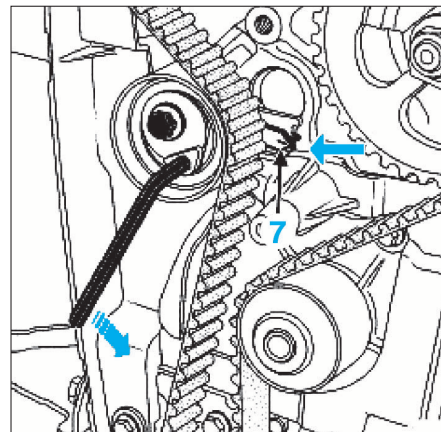

FIG. 29
- Amener l'index mobile (7) du galet tendeur en face de l'ergot, en tournant l'excentrique dans le sens anti-horaire à l'aide d'une clé six pans de 6 mm (Fig.29).